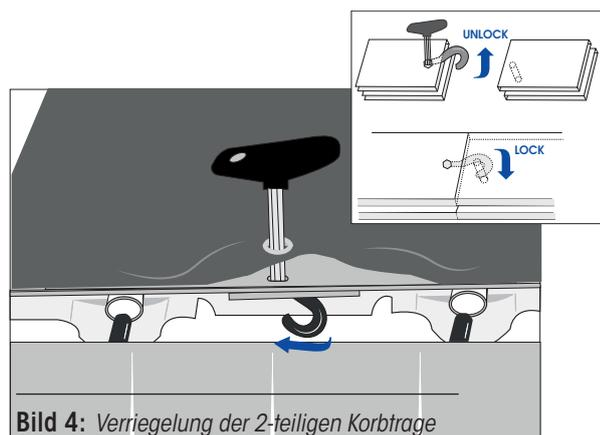

Bild 4: Verriegelung der 2-teiligen Korbtrage
2. Verriegeln Sie den zentralen Verschluss bis zum Anschlag mittels des mitgelieferten Inbusschlüssels (Bild 4). Dieser ist in einer integrierten Tasche an einem der mitgelieferten Patiententragegurte verstaut.